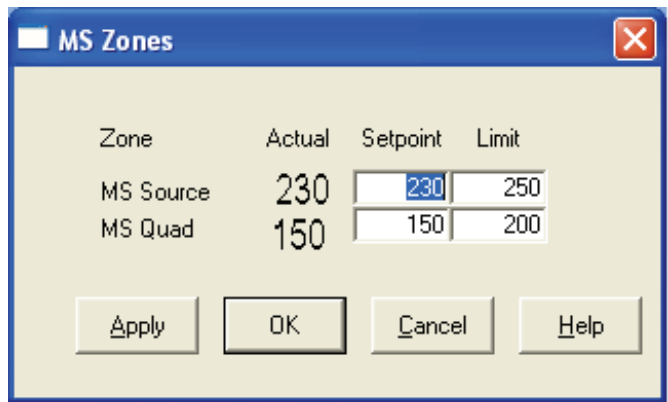

图 8 设置温度
- 2 从**更多参数**菜单中选择**温度**（图 8）。